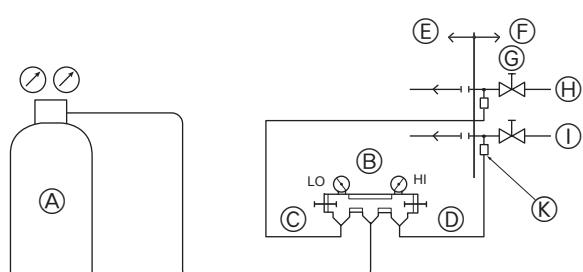

Fig. 5-11
### ① Проверка герметичности (Fig. 5-11)